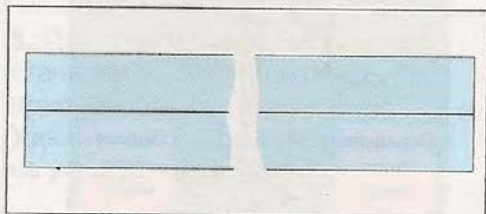

Рис. 42.
1. На изнаночной стороне пояса по длине наметить линию сгиба. Она располагается на середине ширины пояса (рис. 42).